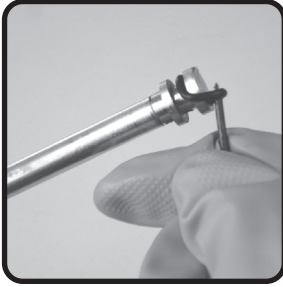

fig. 10
7. Caso o anel esteja danificado / gasto, o mesmo deve ser substituído, conforme fig. 10.